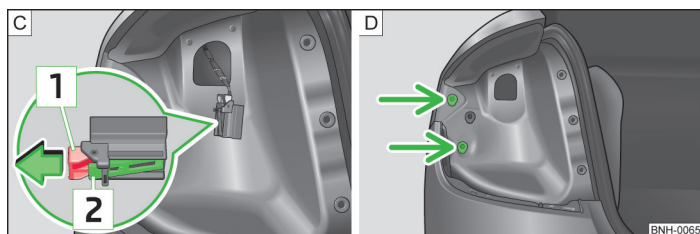
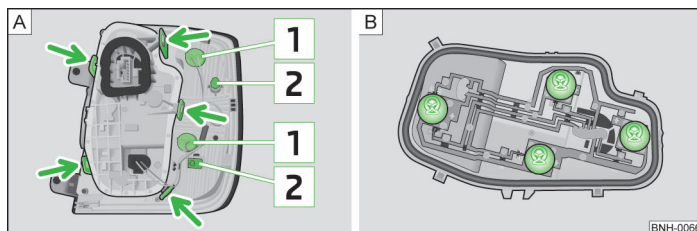

Fig. 134 Conector de luces/montar la lámpara
Fig. 135 Parte exterior de la luz/Parte interior de la luz
- Tirar del enclavamiento [1] » fig. 134 en el conector en el sentido de la flecha.
- Presionar el enclavamiento [2] » fig. 134 y retirar el conector.
- Introducir presionando con cuidado la luz posterior en la carrocería de tal manera que los pernos [2] » fig. 135 en la lámpara encajen en los alojamientos de la carrocería » fig. 134 - [D].
- Girar el portalámparas [1] » fig. 135 en el sentido contrario al de las agujas del reloj y extraer de la carcasa.
- Desbloquear el portalámparas en las bridas de enclavamiento » fig. 135 - [A] y extraer el portalámparas de la luz posterior.
- Girar el portalámparas hasta el tope en el sentido contrario al de las agujas del reloj y extraerla de la carcasa » fig. 135 - [B].